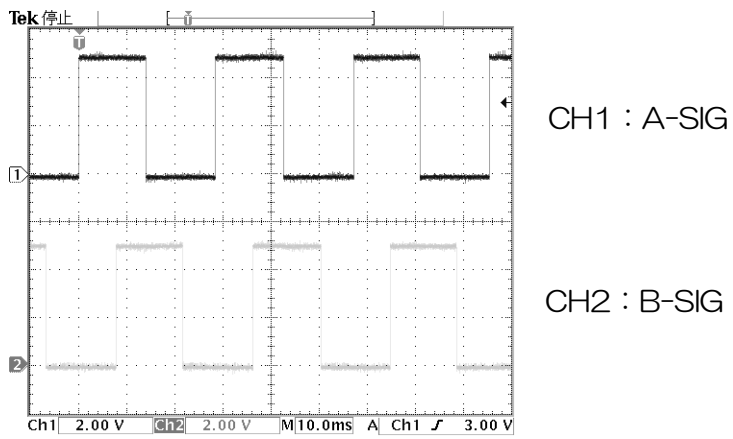

図 4.20 信号波形例
5. 昇降速度ツマミを時計方向に回し、センサーユニットを動作させてください。図 4.20 に示す波形が確認出来れば正常です。昇降速度で、周波数は異なります。異常の場合は、エンコーダーASSY の故障です。
3. 昇降速度ツマミを時計方向に回し、センサーユニットを動作させてください。図 4.20 に示す波形が確認出来れば正常です。昇降速度で、周波数は異なります。